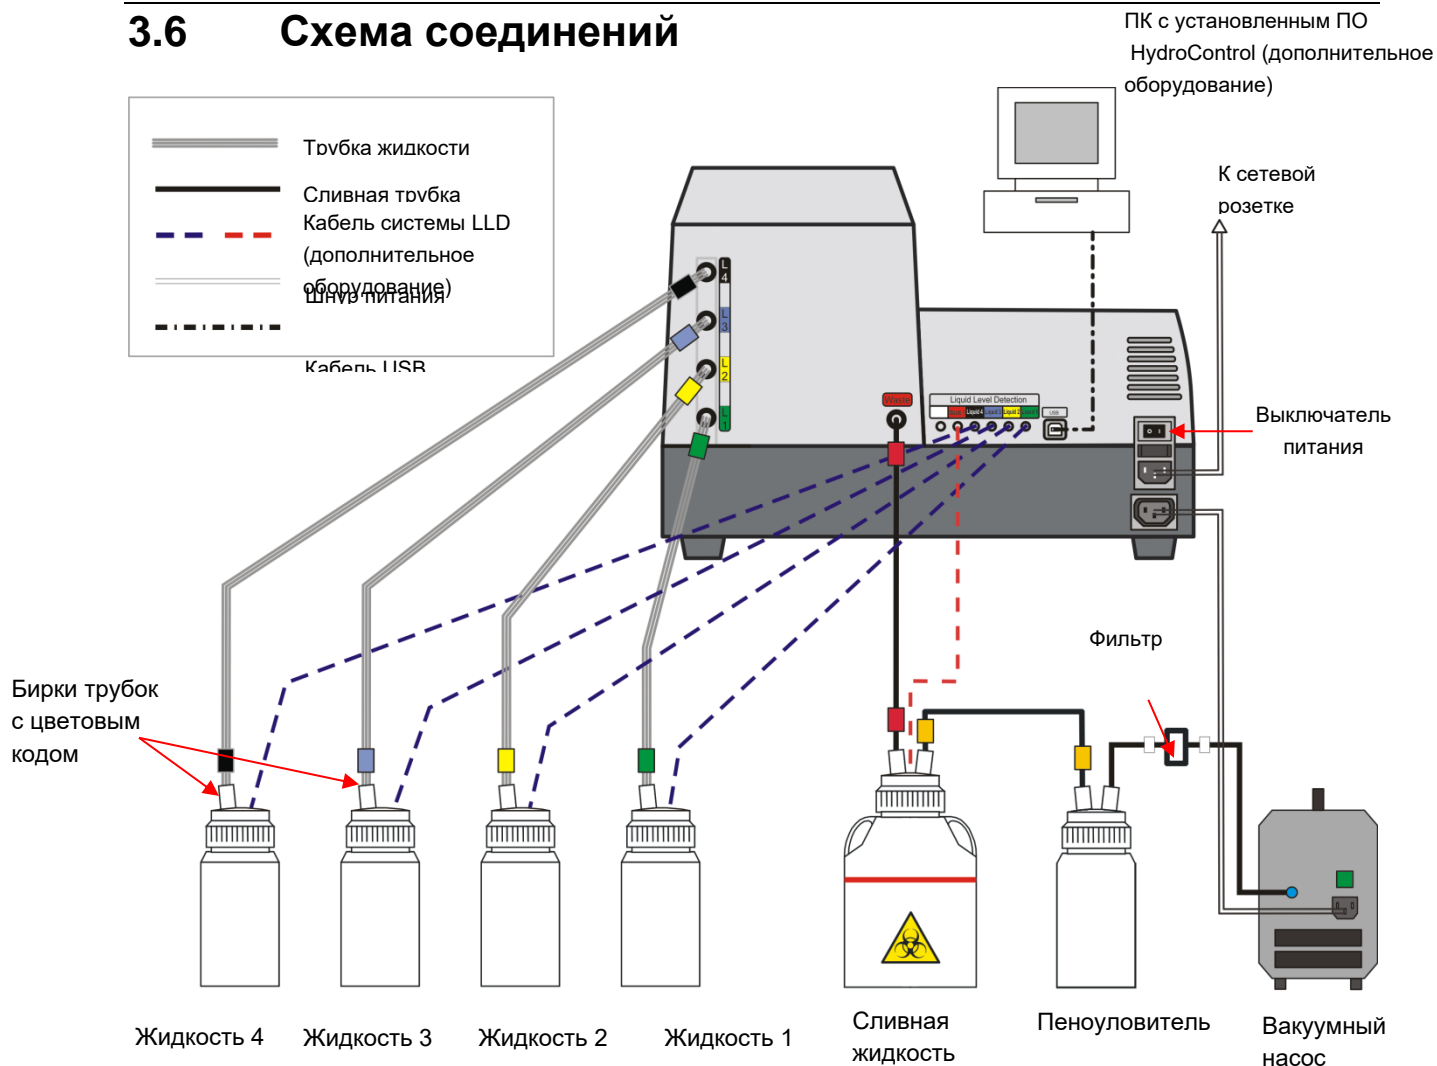

Рис. 2 Схема соединений
6. Соедините сливную емкость и пеноуловитель трубкой с цветовым кодом, входящей в комплект поставки (см. Рис. 2 Схема соединений).
7. Соедините пеноуловитель и вакуумный насос трубкой со встроенным фильтром (см. Рис. 2 Схема соединений).